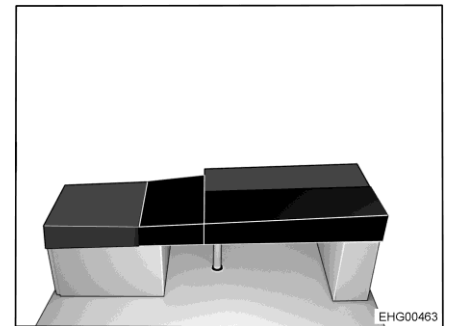

Bild 165 Nach dem Umbau
- Rechteckiges Zusatzpolster auf den Tisch legen (siehe Bild 165).
- Abgeschrägtes Zusatzpolster auf die L-förmige Bettverbreiterung legen (siehe Bild 165).